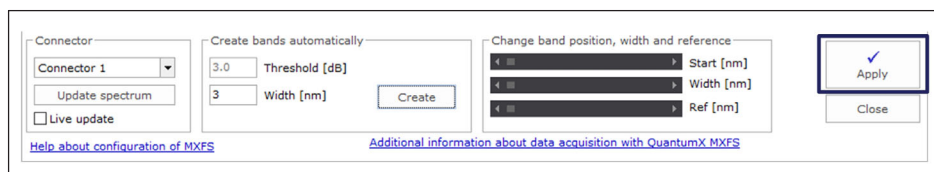

Fig. 5.13 Aplicar las definiciones al dispositivo
► Pulse **Apply** (Aplicar) para transferir los cambios al dispositivo (Fig. 5.13).